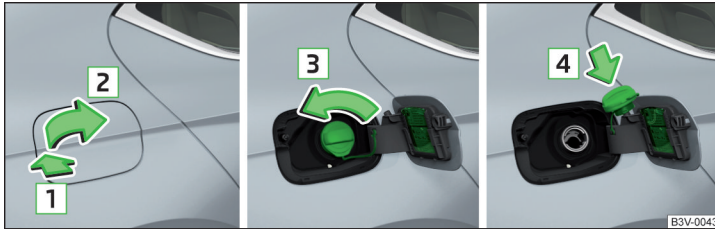

Abb. 319 Tankklappe aufklappen / Tankverschluss herausdrehen / Tankverschluss auf die Tankklappe stecken
- Auf die Tankklappe in Pfeilrichtung **1** drücken und diese in Pfeilrichtung **2** aufklappen » Abb. 319.